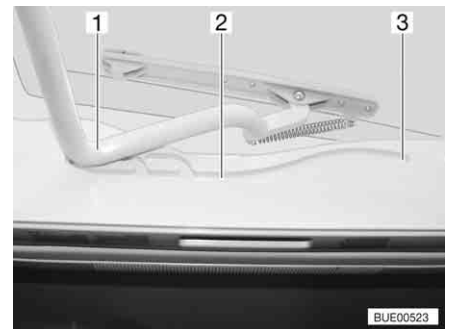

Bild 65 Heki-Dachhaube, Führung
- Den Bügel (Bild 65,1) in den Führungen (Bild 65,2) bis in die hinterste Position (Bild 65,3) ziehen.
- Den Bügel (Bild 65,1) mit beiden Händen leicht nach oben drücken.
- Den Bügel in den Führungen (Bild 65,2) bis zur gewünschten Stellung ziehen.